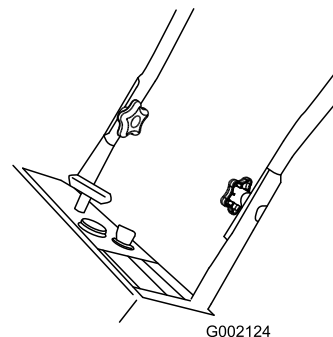

Figure 3
- Insérez les boulons à tête ovale dans les trous alignés, les têtes des boulons se trouvant à l'extérieur du guidon (Figure 3).